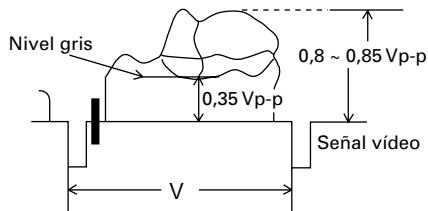

Fig.8
Mirando un objeto brillante, ajustar THRESHOLD VR (VR802) girándolo en sentido horario de tal modo que el nivel de salida de vídeo de la cámara se recorte a 0,8-0,85 Vp-p (ver Fig. 8).
6. Ajustar el nivel del gris mostrado en la fig. 8 a 0,35 Vp-p girando el GRAY VR (VR804) en sentido horario o contrahorario.